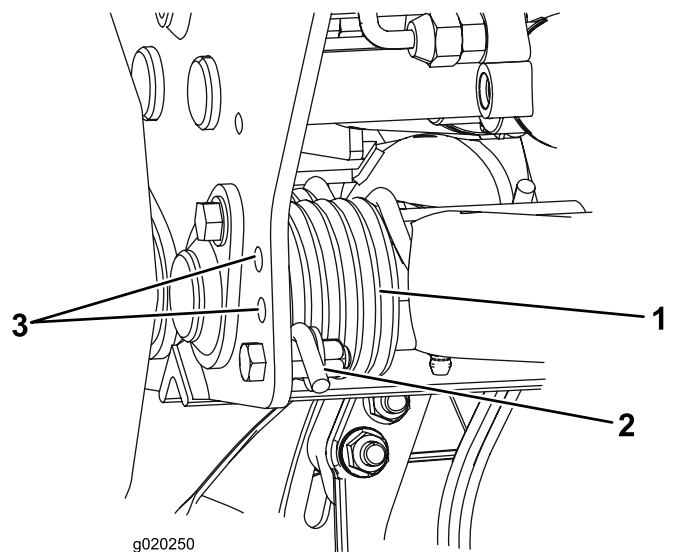

Рисунок 34
2. Вставьте трубу или аналогичный предмет в длинный конец пружины, чтобы снять натяжение пружины во время регулировки (Рисунок 34).
3. Ослабляя натяжение пружины, отверните болт и контргайку крепления пружинного привода к кронштейну (Рисунок 34).